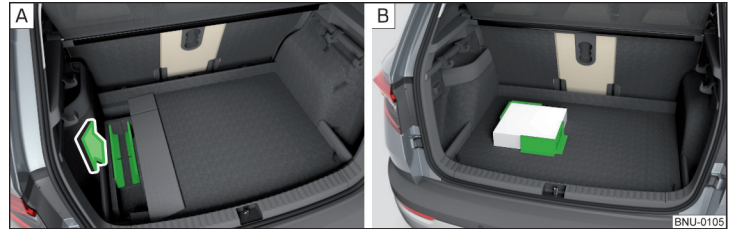

Abb. 141 Cargo-Elemente herausnehmen / Befestigungsbeispiel der Ladung
- Vor dem Gebrauch die Cargo-Elemente in Pfeilrichtung herausnehmen » Abb. 141 - **A**.
- Die Ladung mittels der Cargo-Elemente möglichst in der Nähe der Rücksitze befestigen » Abb. 141 - **B**.